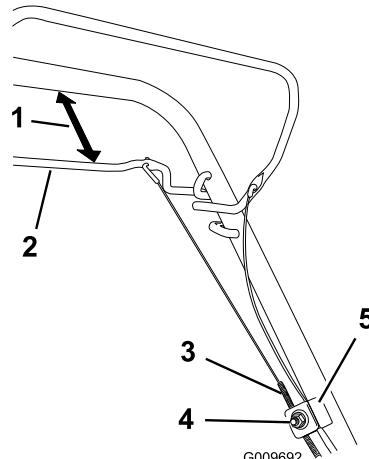

Figure 30
1. Desserrez l'écrou du support de câble (Figure 30).
2. Maintenez la barre de commande d'autopropulsion à 25 à 38 mm (1 à 1,5 po) du guidon (Figure 30).
3. Tirez la gaine du câble vers le bas (vers la machine) jusqu'à ce qu'il n'y ait plus de mou dans le câble (Figure 30).